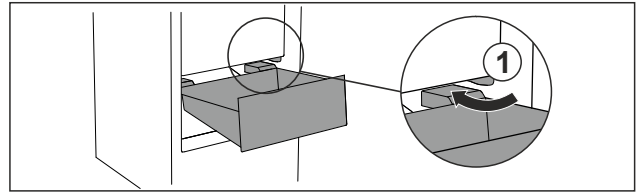

Fig. 94
- ▶ Schubfach schräg um die Stopper Fig. 94 (1) herumführen.